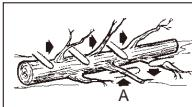

Рисунок 12
Обрезка веток – это процесс удаления с поваленного дерева веток. Не отпиливайте ветви, на которые опирается ствол, (A) до тех пор, пока не будет выполнена раскряжевка (ствол не будет распилен на бревна, рис. 12). Напряженные ветки следует отпиливать снизу вверх во избежание зажимания пильного аппарата.